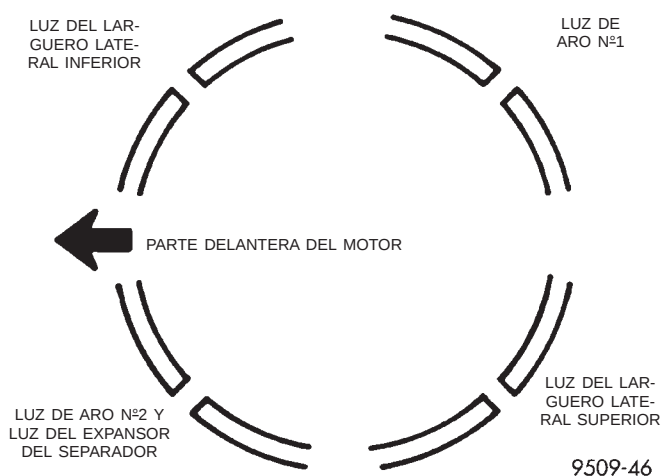

Fig. 119 Emplazamiento de la luz entre puntas de aros de pistón
(4) Emplace la luz entre puntas de aros de pistón tal como se muestra en la (Fig. 119).
(5) Emplace la luz del expansor de anillo de aceite a, por lo menos, 45° de la luz de los largueros laterales, pero **no** en el centro del perno de pistón ni en la dirección de empuje. El escalonamiento de la luz de aros es importante para el control de aceite.
(1) Antes de instalar los conjuntos de pistones y bielas en el hueco, asegúrese de que la luz de los aros de compresión esté escalonada, de modo tal que ninguna esté alineada con la luz del larguero de anillo de aceite.
(2) Antes de instalar el compresor de aros, cerciórese de que los extremos del expansor de anillo de aceite hagan tope y que la luz de los largueros esté situada tal como se muestra en la (Fig. 119).